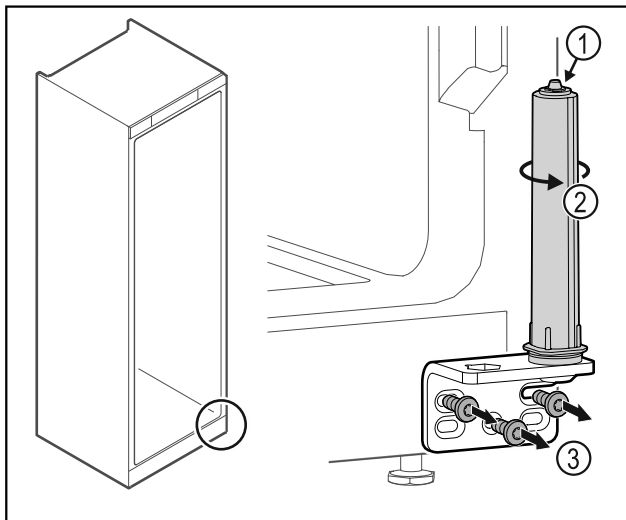

Fig. 37
- ▶ Не разглобявайте затварящата система на вратата Fig. 37 (1).
- ▶ Въртете затварящата система Fig. 37 (2), докато тя щракне.
- ▶ Развийте ъгъла на пантата Fig. 37 (3).